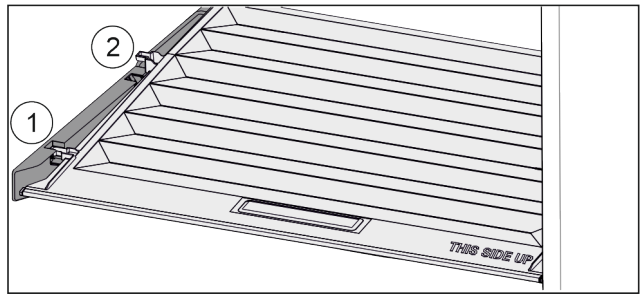

Fig. 98
- ▶ Deckel bis zur Öffnung in den Halteteilen nach vorne ziehen Fig. 98 (1).
- ▶ Hinten von unten anheben und nach oben wegnehmen Fig. 98 (2).